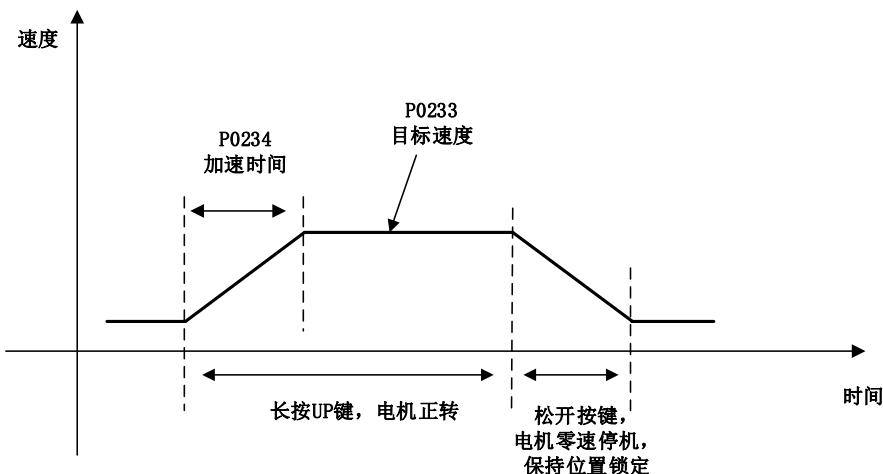

图 6.3 离线辨识以 JOG 点动模式辨识(以正转为例)
- e) 离线辨识有不同的速度曲线及关联参数，参考图 6.3 。